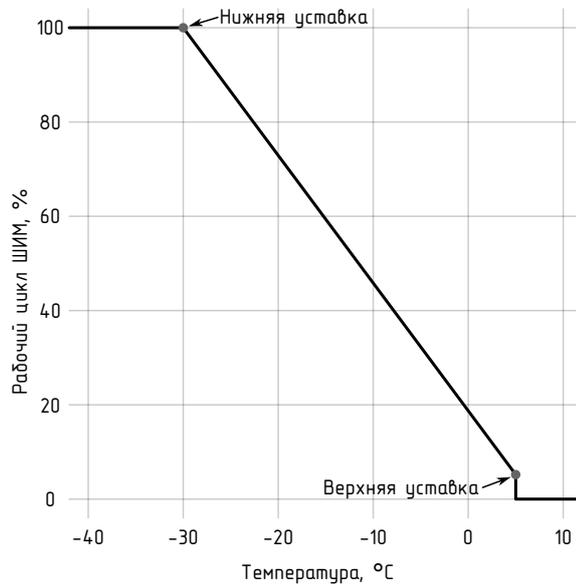

Рисунок 2.4 – Режим работы «Пропорциональный ШИМ»
- **«Пропорциональный ШИМ» («PWM Proportional»)**. Длительность рабочего цикла ШИМ линейно интерполируется между верхней и нижней уставками в зависимости от показаний датчика(ов) температуры (см. рисунок 2.4). Для каждой уставки задаются температура и соответствующая длительность рабочего цикла;